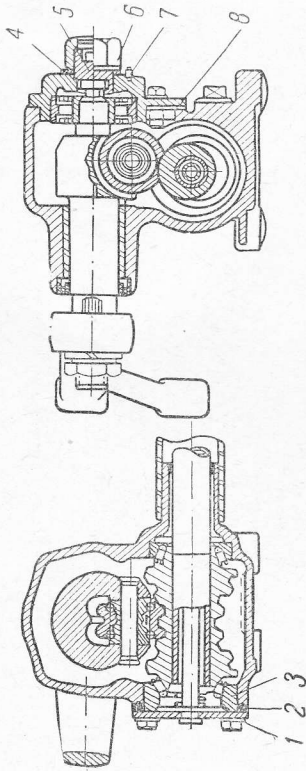

Рис. 120. Механизм рулевой передачи.
5. Отрегулировать продольный люфт червяка рулевой передачи (устранить зазор в подшипниках) (рис. 120):
6. Отрегулировать зацепление ролика с червяком (рис. 120). Устранить зазор между роликом и витками червяка: